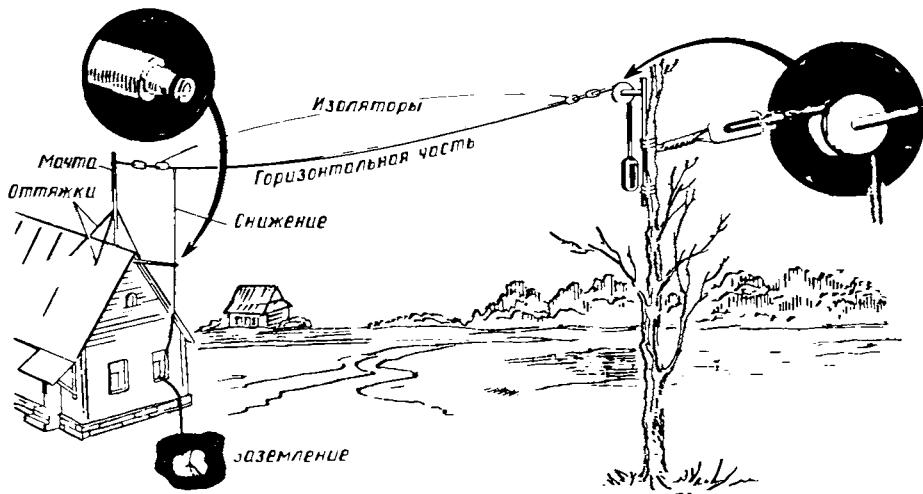

Рис. 22. Устройство Г-образной антенны
**Наружная антenna.** Лучше всего соорудить Г-образную антенну, напоминающую внешним видом букву «Г» (рис. 22). Такая антenna состоит из провода длиной 20–40 м, подвешенного с помощью опор-мачт на высоту
Если в качестве одной опоры антенны использовать дерево, то к его стволу нужно привязать шест с блоком на конце, как показано на рис. 22. Свободный конец троса, пропущенный через блок, к стволу не крепи — во время ветра качающееся дерево может оборвать провод антенны. К нему надо привязать какой-нибудь груз, например камень. Подбирая массу этого груза, легко добиться необходимого натяжения горизонтального луча антенны.